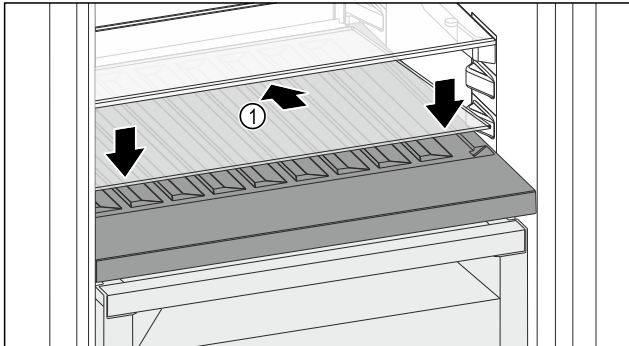

Fig. 144
- ▶ Вставте скляну полицю Fig. 144 (1) під кутом, нахиливши назад і донизу.
- ▶ Опустіть скляну полицю Fig. 144 (1) вперед.